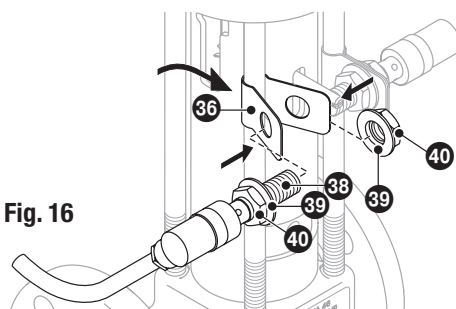
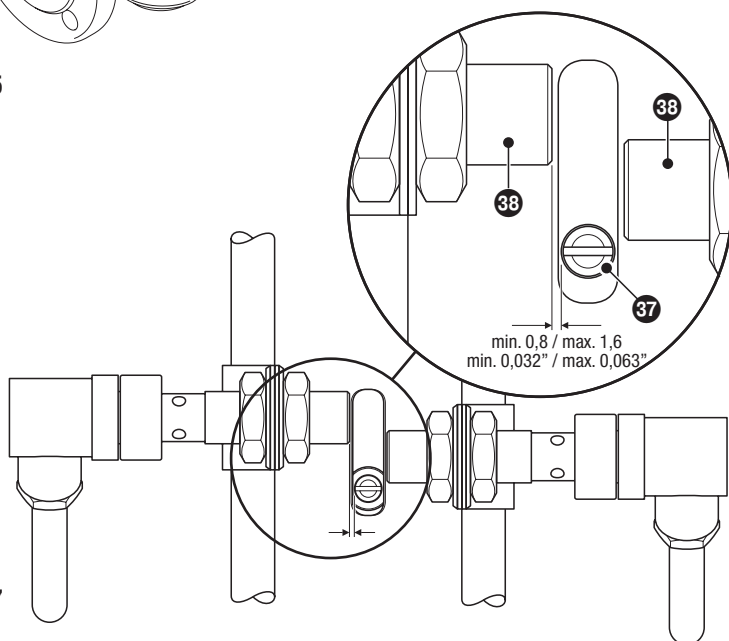

Fig. 16
Fig. 17
13. Näherungsschalter **38** in den Haltewinkel **36** stecken, Näherungsschalter gemäß **Fig. 16, Fig. 17** ausrichten und zusammen mit Unterlegscheiben **39** und mit Sechskantmutter **40** fixieren. Sechskantmutter gemäß **Tabelle Anzugsmomente** festziehen.